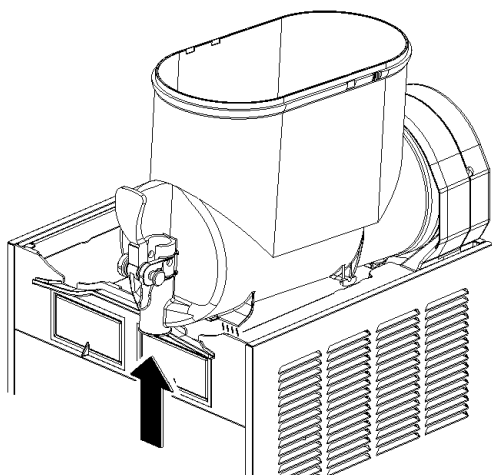
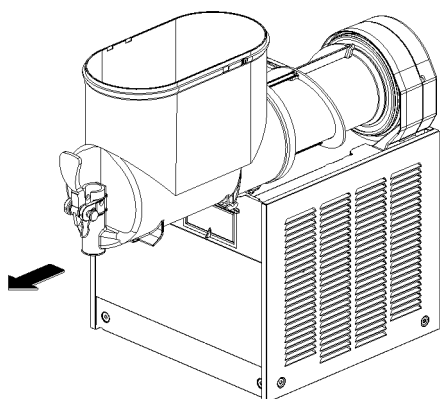

figura 5
figura 6
- 2 Smontare il contenitore spingendone leggermente la parte inferiore (lato rubinetetto) verso l'alto per liberarne gli agganci inferiori (vedere figura 5) e sfilandolo successivamente dal davanti (vedere figura 6).